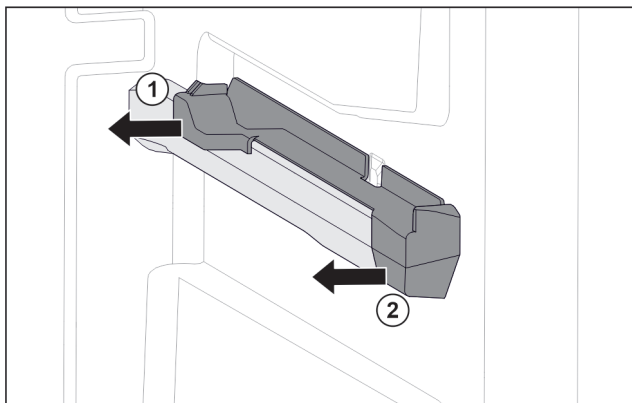

Fig. 149 Nasazovací díl na pravém žebrování na nádoby
- Uchopte nasazovací díl dole vzadu. Fig. 149 (1)
- Stáhněte nasazovací díl vzadu na stranu. Fig. 149 (1)
- Stáhněte nasazovací díl vpředu na stranu. Fig. 149 (2)